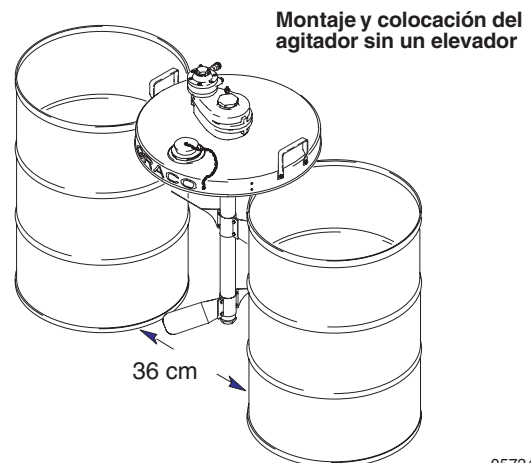

Fig. 2
Coloque dos bidones estándar de 55 galones (45 galones imperiales), separados 14 pulg. (aproximadamente 36 cm), y centre la tapa del bidón sobre los bidones, con el logotipo de Graco centrado y dirigido hacia Ud., tal como se indica en la Fig. 2. Vaya al paso 1 en el apartado **Con o sin un elevador**.
1. Deslice el eje del agitador a través del orificio grande situado en el centro de la tapa del bidón (29).
2. Gire el agitador de forma que el motor neumático esté a la izquierda del eje, tal como se indica en la Fig. 2, con lo que se alinearán los tres orificios biselados de la parte inferior del agitador con los tres orificios de la tapa del bidón.
3. Enrosque los tres tornillos de cabeza hexagonal (25) hacia arriba, a través de la tapa del bidón y en el agitador, y aplique un par de 8,4 N.m.
4. Coloque un par de palas de agitador (28) de forma que los cuatro orificios de las mitades de las palas queden alineados (vea la orientación de la pala en el apartado **Diagrama de las piezas**).
5. Empuje cuatro tornillos con cabeza (31) a través de los cuatro orificios de las palas, y comience a enroscar las contratuercas (32) en los tornillos.
7. Apriete uniformemente las cuatro contratuercas (32) para que las palas se acerquen hasta que queden apretadas en el eje. Apriete las contratuercas a un par de 5,6 a 6,2 N.m. Entre las dos mitades de las palas siempre quedará un pequeño hueco.
9. Coloque el segundo conjunto de palas cerca del extremo inferior del eje, pero no en el tapón inferior (20).
10. Gire el conjunto de palas inferior de forma que quede formando un ángulo de 90 grados con el conjunto de palas superior, y apriete las contratuercas (32) a un par de 5,6 a 6,2 N.m. Entre las dos mitades de las palas siempre quedará un pequeño hueco.